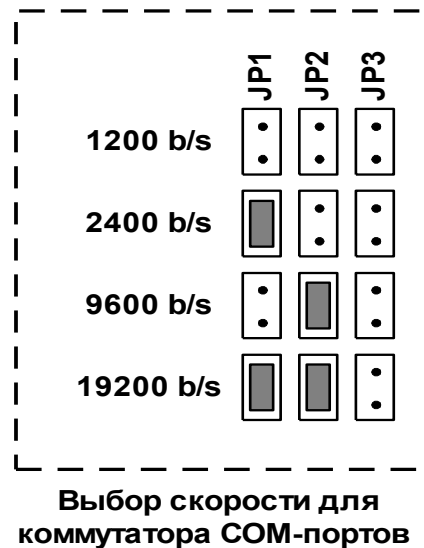

Рисунок 2 Расположение переключателей на плате коммутатора.
1.3.2.9 Скорость передачи данных по всем портам должна быть одинаковой и устанавливается переключателями в следующие значения: 1200, 2400, 9600, 19200 бит/с (см. рисунок 2).